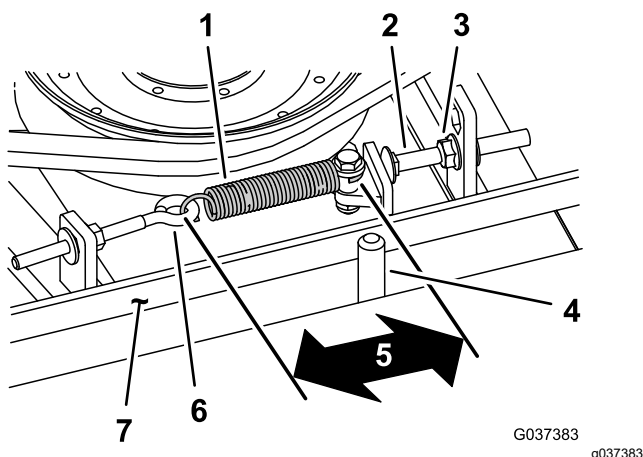

Figura 76
Cuando está correctamente tensado, la longitud en el interior del muelle de extensión (entre ganchos) debe ser de 8.3-9.5 cm ($3\frac{1}{4}$ "- $3\frac{3}{4}$ " aproximadamente). Una vez que haya obtenido la tensión correcta del muelle, ajuste el perno de tope (perno de cuello cuadrado) hasta que quede aproximadamente 2-5 mm (0.065"-0.185") de holgura entre la cabeza del perno y el brazo tensor (Figura 76).
Nota: Asegúrese de que la correa está colocada en el lado del muelle de la guía de la correa (Figura 76).
2. Afloje el perno de ojal para poder retirar el muelle de extensión (Figura 76).
3. Afloje la tuerca con arandela prensada que fija el perno de tope a la pestaña de montaje, y aparte la polea tensora de la correa para aliviar la tensión de la correa (Figura 76).
9. Conecte el muelle de extensión (Figura 76) al perno de ojal y tense la correa de la siguiente manera: